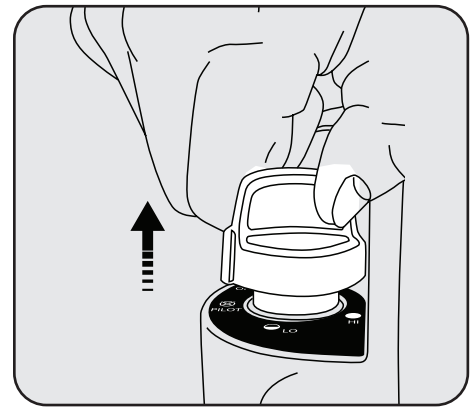

Figure 4
8. Une fois la veilleuse allumée, maintenez-la enfoncée pendant 30 à 60 secondes, puis relâchez le bouton. Le bouton devrait revenir en position complètement étendue. Voir la figure 4. Le pilote doit rester allumé.